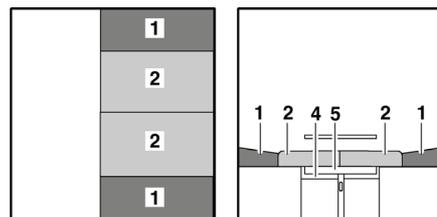

Bild 138 Nach dem Umbau
- Die Sitzpolster (Bild 138,2) zur Mitte ziehen.
- Die Rückenpolster (Bild 138,1) zwischen die Sitzpolster und die Wand legen.
- ▷ Je nach Modell muss an Stelle des zweiten Rückenpolsters (Bild 138,1) ein Zusatzpolster eingelegt werden.